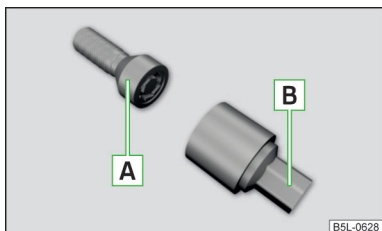

Fig. 317
Los tornillos de rueda antirrobo protegen a las ruedas contra robos. Se pueden **soltar/apretar** solamente con el suplemento **B** » **fig. 317**.
- Introduzca la llave de rueda hasta el tope sobre el tornillo de rueda. Usar el suplemento para los tornillos de la rueda antirrobo correspondientes » **fig. 317 de la pág. 294**.